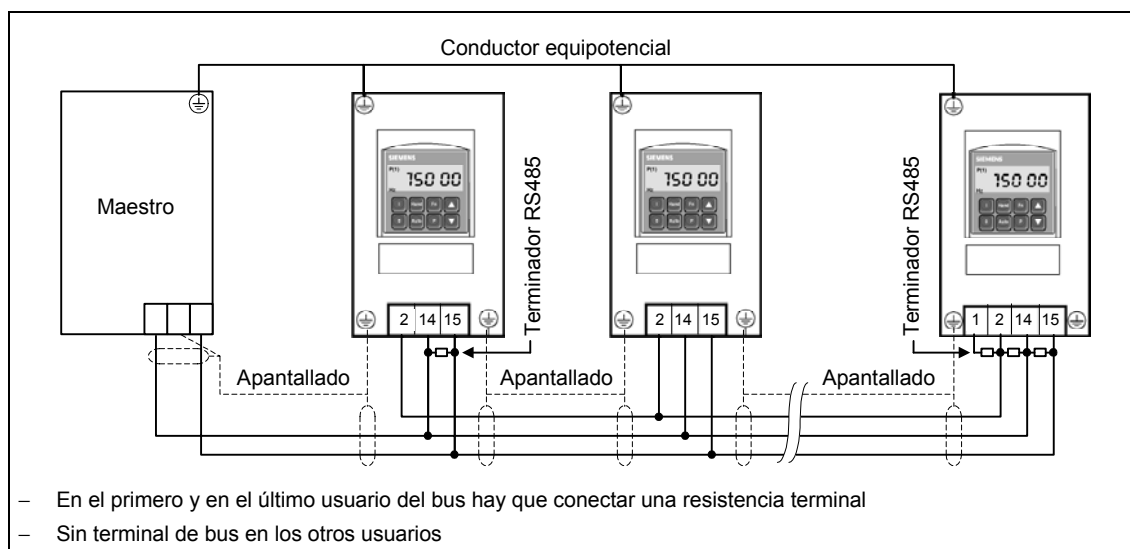
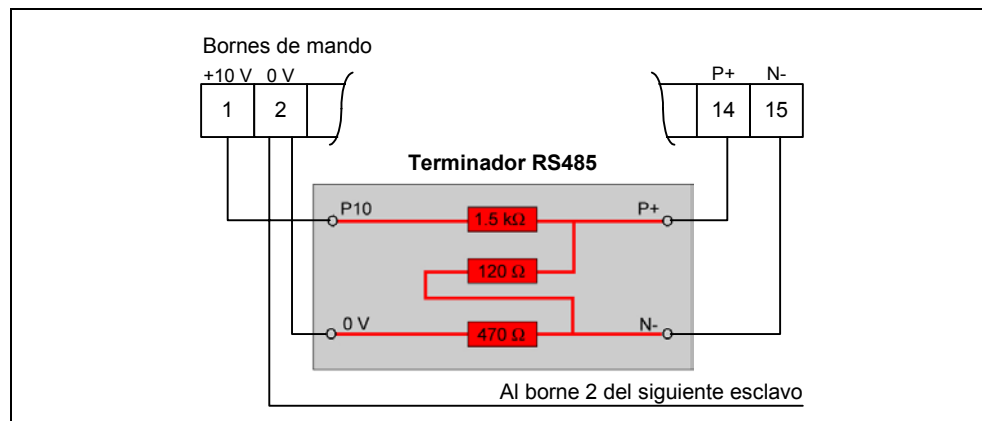

Figura 3-40 Conexión del bus USS
Figura 3-41 Dispositivo terminal RS485
2. Una resistencia terminal en cada extremo del bus entre P+ y N- (véase Figura 3-41)
Si el convertidor es el último esclavo en el bus (véase Figura 3-40), se tienen que enlazar P+ y N- del enchufe terminal RS485 con los bornes de la interface RS485 (véase Figura 3-41). Para la alimentación se conectan P10 y 0 V al borne 1 y 2. Si el convertidor es el primer esclavo hay que finalizar el bus solo con P+ y N-.